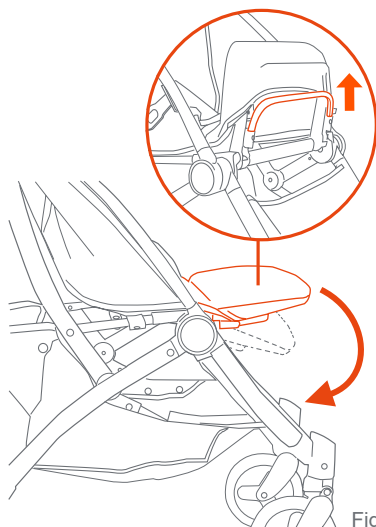

Fig. 7
• Para bajar el soporte para las piernas, use la barra de liberación que se encuentra debajo del soporte para las piernas y bájela suavemente hasta la posición deseada (Fig. 7).